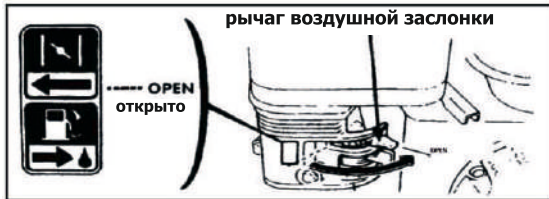

Рис. 10
6.2.5. После запуска переведите рычаг воздушной заслонки в положение "OPEN" - открыто (рис. 10).